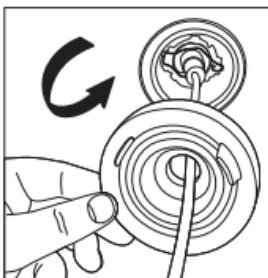

Figura-5
- 5.6 Monte a junta na lâmpada LED4 e certifique-se de que está na posição correcta tal como indicado na figura 5.